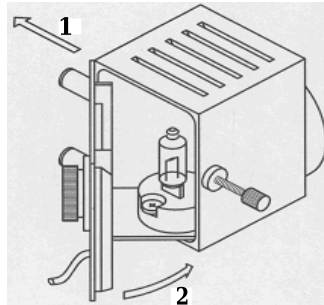

Abbildung 6-6 Schliessen des Lampengehäuses
5. Schieben Sie die hintere Abdeckung in Richtung des Pfeils 1 auf, wie Abbildung 6-6 zeigt. Dann schließen Sie das Lampengehäuse in Richtung des Pfeils 2, wie ebenfalls in Abbildung 6-6 dargestellt ist.